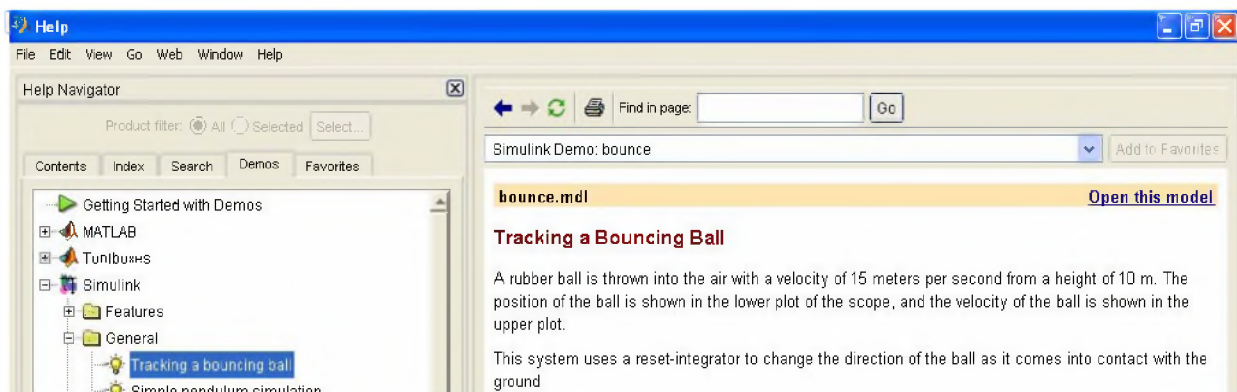

Рис. 1.7. Главные примеры из SIMULINK
2.1. Сверните в левой части демонстрационного окна папку MATLAB и разверните папку SIMULINK. Выберите из списка папку General – Главная (рис. 1.7).